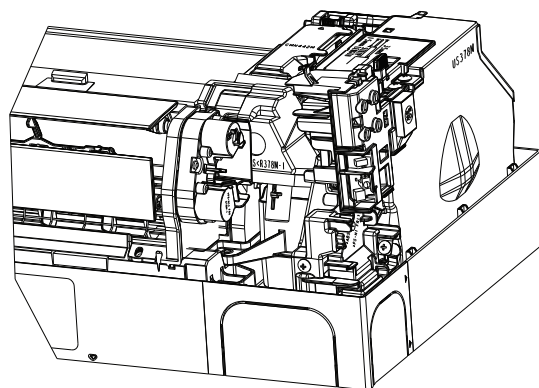

Fig. 2
- 3) Abra DISP_GAS HOLDER. (Fig. 2)